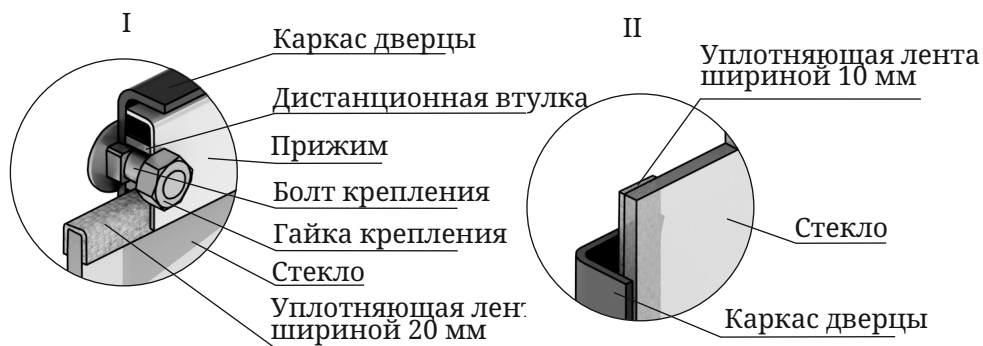

Рисунок 17. Крепление светопрозрачного экрана дверцы модификации «Витра»
1. Отверните две гайки, фиксирующие прижим (рисунок 17.И), демонтируйте его и дистанционные втулки.
3. Возьмите новое стекло. Если на нем нет уплотняющих лент, наклейте их: лента шириной 20 мм наклеивается сверху и снизу стекла «П» - образно (рисунок 17.И), лента шириной 10 мм наклеивается вертикально, вдоль боковых сторон стекла (рисунок 17.И).
4. Вставьте стекло в упор, при этом лента, наклеенная с боковых сторон (вертикальная) должна быть зажата между стеклом и каркасом дверцы (рисунок 17.И).
*Внимание! Гайки, крепящие прижим накручиваются на болты крепления через дистанционные втулки (рисунок 17.И).*